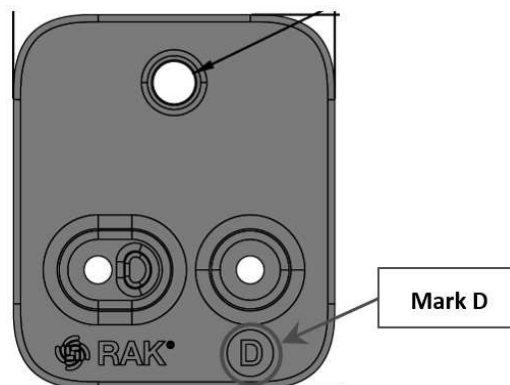

Abbildung 20: Mit dem Buchstaben D gekennzeichnetes Befestigungszubehör
1. Für die Wandmontage verwenden Sie zwei (2) Befestigungselemente mit einer Markierung mit dem Buchstaben D gekennzeichnet sind, wie in **Abbildung 20** dargestellt.